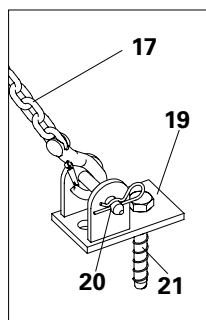

Fig. A10.09
1. Montare la piastra base RS (19) sulla struttura esistente con il perno di ancoraggio PERI 14/20 x 130 (21). Angolo di rinforzo 60°. (Fig. A10.09)
2. Collegare la catene di ancoraggio 3,0 kN (17) al tenditore a vite 3,0 kN (18) e collegare il tenditore a vite 3,0 kN (18) alla piastra base RS.
3. Stringere il tenditore a vite (18) fino a che la catena è tesa, usando perni e inserti a molla (20). (Fig. A10.09)